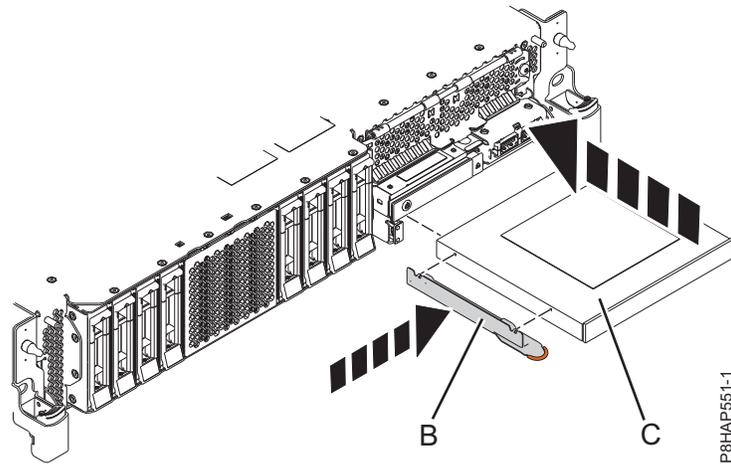
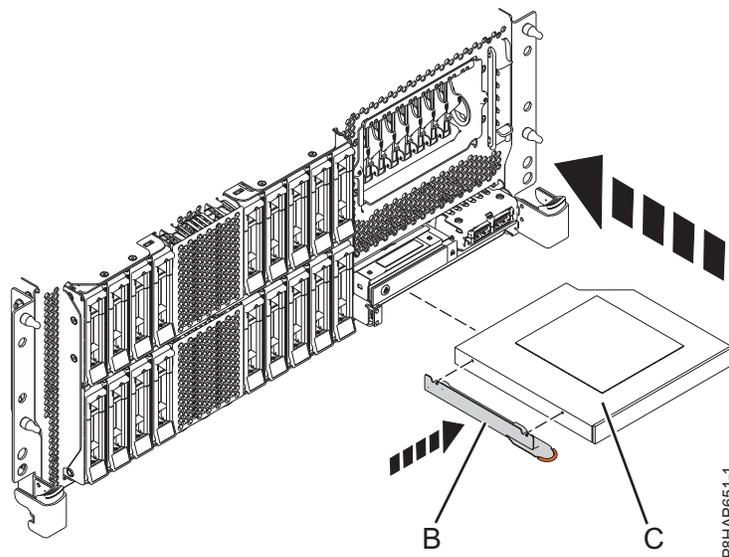
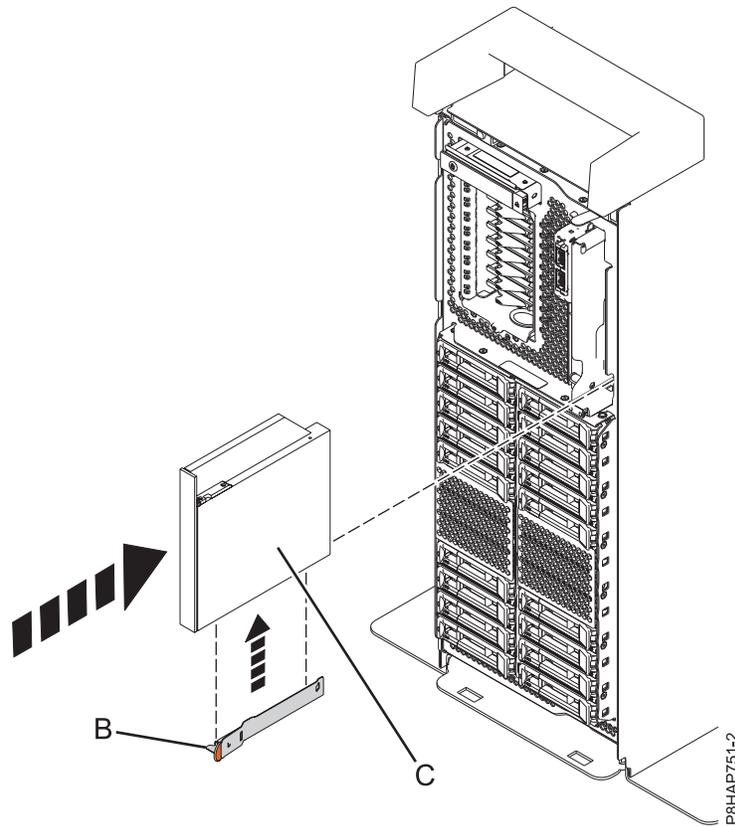

Abbildung 27. Flache Einheit für austauschbare Datenträger austauschen - System 5148-21L, 5148-22L, 8247-21L, 8247-22L, 8284-21A oder 8284-22A
Abbildung 28. Flache Einheit für austauschbare Datenträger austauschen - Einschubsystem 8247-42L, 8286-41A oder 8286-42A
Abbildung 29. Flache Einheit für austauschbare Datenträger austauschen - eigenständiges System
5. Nehmen Sie die Halterung (B) zur Hand, die Sie aus der fehlerhaften flachen Einheit für austauschbare Datenträger ausgebaut haben.
6. Befestigen Sie die Halterung (B) an der neuen flachen Einheit für austauschbare Datenträger; siehe Darstellung in Abb. 27 auf Seite 37 bei einem System vom Typ 5148-21L, 5148-22L, 8247-21L, 8247-22L, 8284-21A oder 8284-22A, Abb. 28 auf Seite 37 bei einem Einschubsystem vom Typ 8247-42L, 8286-41A oder 8286-42A oder Abb. 29 auf Seite 38 bei einem eigenständigen System vom Typ 8286-41A.
7. Richten Sie die flache Einheit für austauschbare Datenträger (C) an der Datenträgerposition aus und stützen Sie die Einheit von unten ab, während Sie sie halb in das System einschieben.
- Für ein System vom Typ 5148-21L, 5148-22L, 8247-21L, 8247-22L, 8284-21A oder 8284-22A gilt Abb. 27, für ein Einschubsystem vom Typ 8247-42L, 8286-41A oder 8286-42A gilt Abb. 28 und für ein eigenständiges System vom Typ 8286-41A gilt Abb. 29 auf Seite 38.